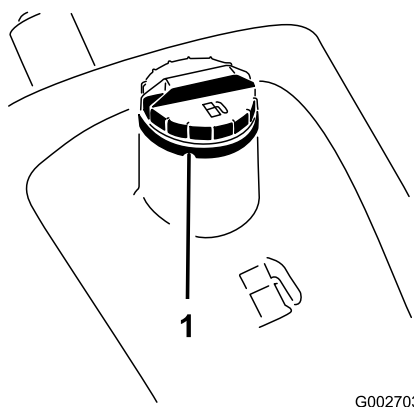

Figura 14
1. Pulite intorno al tappo del serbatoio del carburante (Figura 14).